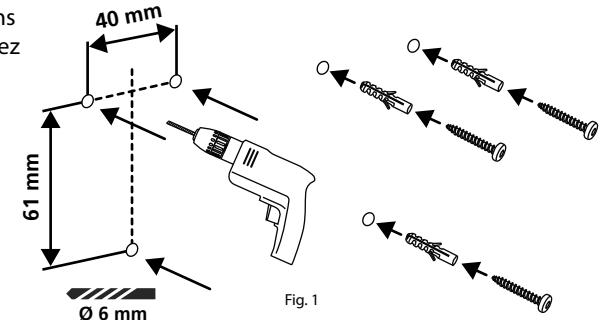

Fig. 1
① Percez trois trous selon les dimensions représentées dans l'illustration. Utilisez un foret de diamètre 6 mm (Fig. 1).